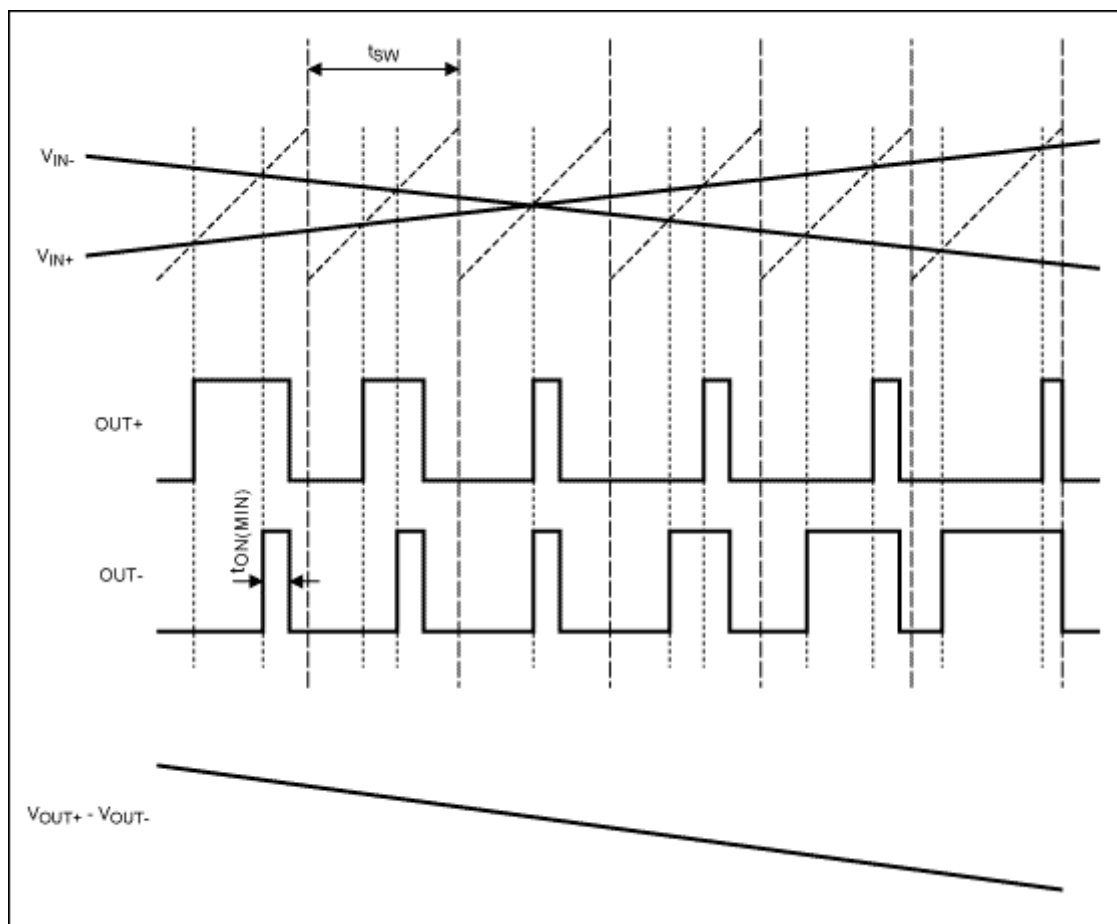
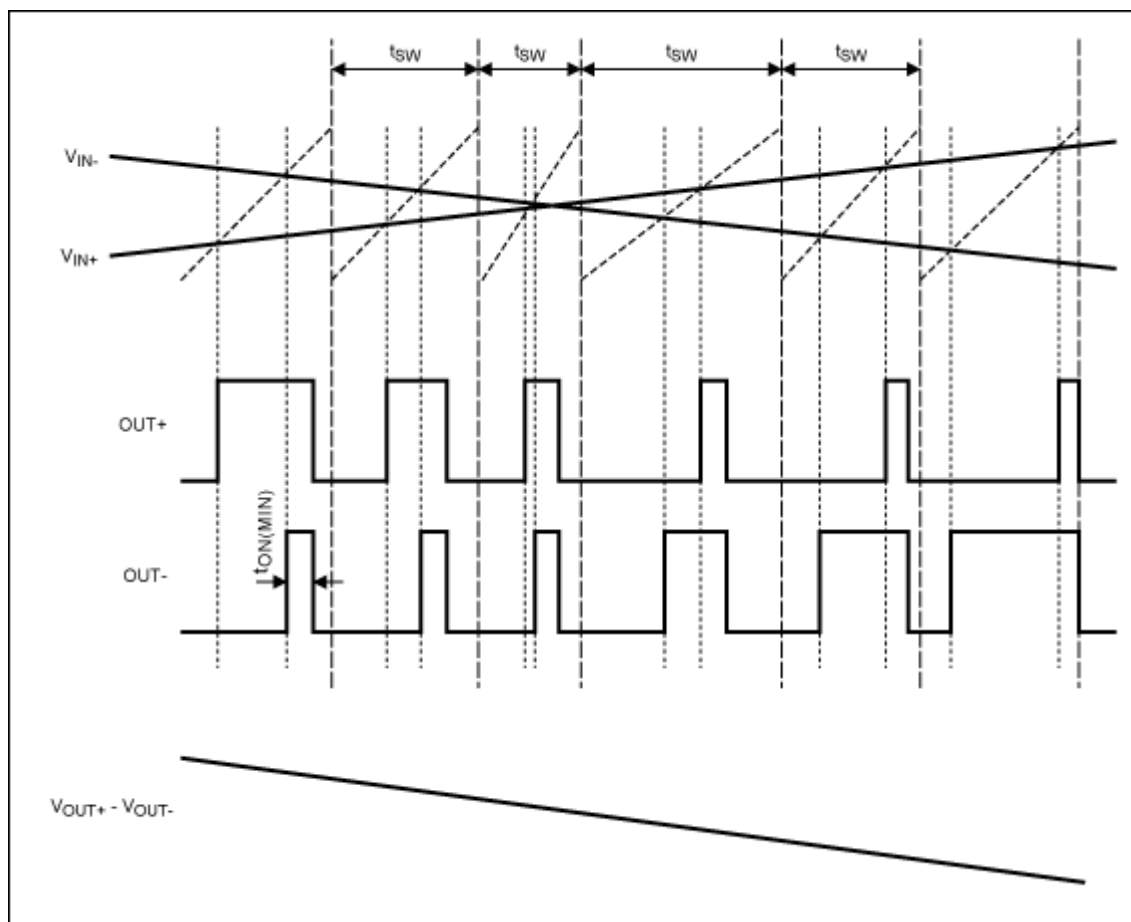

图 3. FFM 模式下, Maxim 的 D 类 BTL 放大器加载输入信号后的输出
图 4. 扩谱调制模式下, Maxim 的 D 类 BTL 放大器加载输入信号后的输出
Maxim 的 D 类放大器采用两种调制模式: (1) 固定频率调制(FFM)模式; (2) 扩谱调制模式。FFM 模式下(图 3), 锯齿波的周期保持不变, 这一点和传统的 PWM 方案是一样的。扩谱调制模式(图 4)下, 锯齿波的周期会逐周期发生改变(变化范围达 $\pm 10\%$ )。图 4 对锯齿波的周期变化进行了夸大, 以更好地展示其效果。